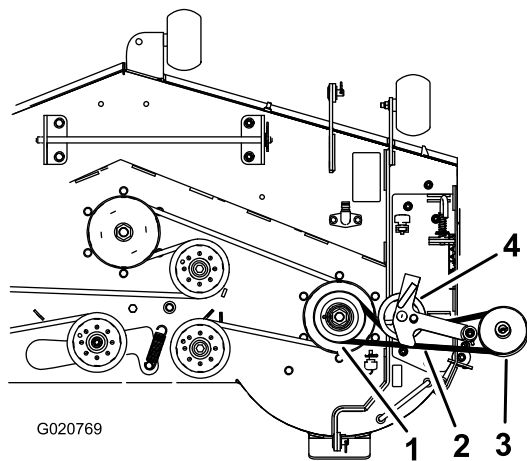
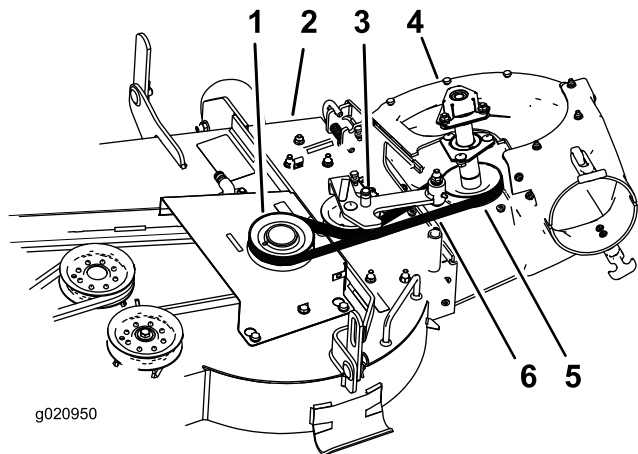

Figure 17
Figure 18
1. Si nécessaire, installez la courroie sur la poulie de ventilateur (Figure 18).
- Au besoin, installez la courroie sur la poulie de ventilateur (Figure 17 et Figure 18). Reportez-vous à 5 Montage du ventilateur (page 11).
- Tirez la poulie de tension rappelée par ressort pour l'éloigner de l'ergot de ressort fixe et chaussez la courroie sur la poulie du tablier de coupe (Figure 18).
- Acheminez la courroie autour de la poulie d'entraînement comme montré à la Figure 17 et la Figure 18.
- Acheminez temporairement la courroie sous la poulie de tension (Figure 18).